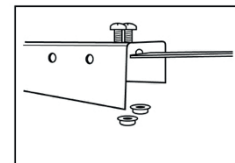

Abb. 8
Die Module müssen paarweise zusammengebaut werden und müssen mit einem Träger verbunden werden. Der Träger muss mit den 5 mm x 15 mm Schrauben und den 6 mm Muttern (10), Abb. 8, mit dem Endteil (4) verschraubt werden.